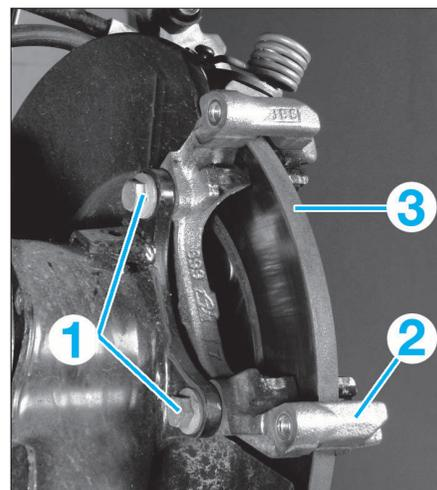

FIG. 18
- les vis du support de l'étrier (1) (Fig.18).
- le support d'étrier (2).